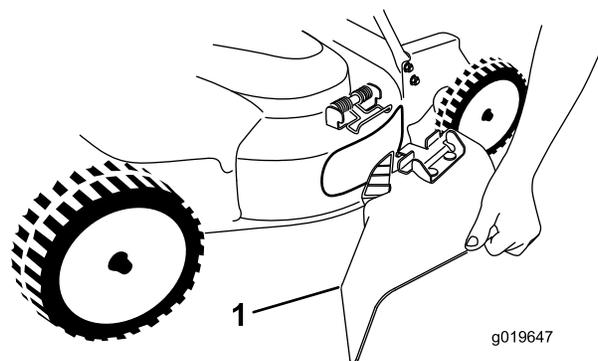

Figura 26
5. Instale a calha de descarga lateral (Figura 26) empurrando a mola para cima, colocando a calha sobre a abertura e descendo a mola sobre as patilhas na parte superior da calha de descarga.